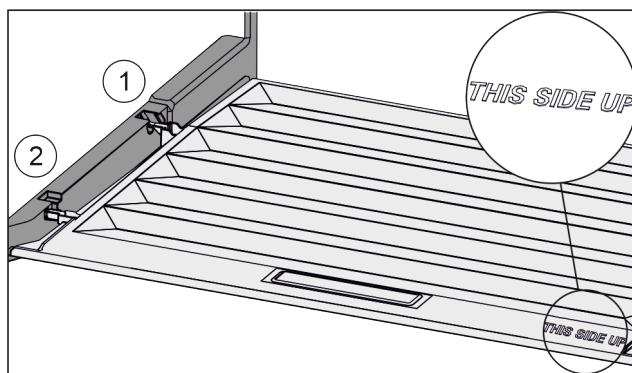

Fig. 38
- Вставить поперечные ребра крышки через отверстие заднего держателя Fig. 38 (1) и защелкнуть спереди в держателе Fig. 38 (2).